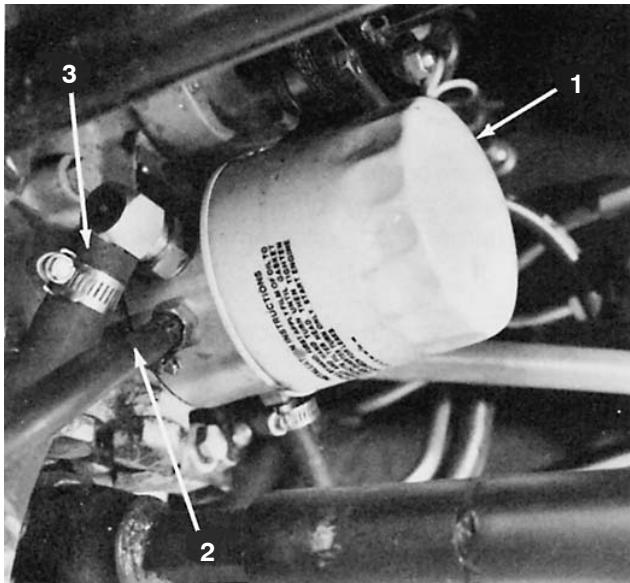

Bild 57
- Reinigen Sie den Bereich um den Hydraulikölfilter und nehmen den Filter ab (Bild 57).